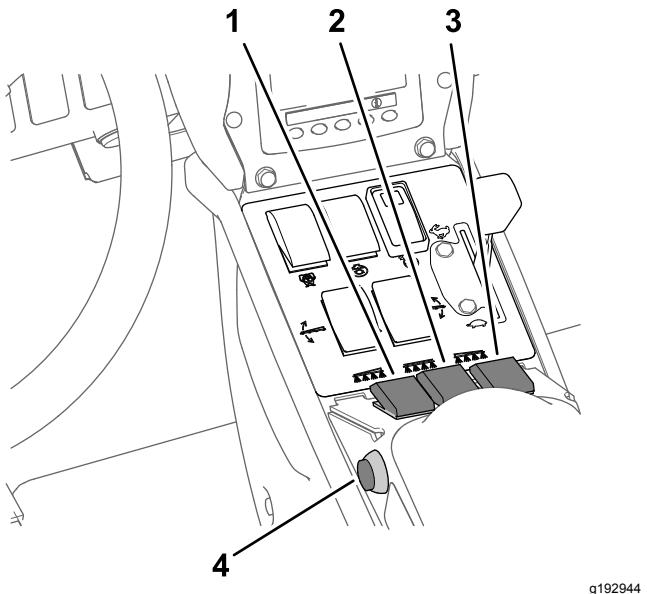

Figura 36
7. Impostate l'interruttore (o interruttori) delle sezioni di irrorazione in posizione di ACCENSIONE (Figura 36).
10. Guidate alla velocità desiderata e poi impostate l'interruttore principale delle sezioni in posizione di ACCENSIONE per iniziare a irrorare (Figura 36).
- Impostate l'interruttore principale delle sezioni in posizione di SPEGNIMENTO; fate riferimento alla Figura 36 in Irrorazione in modalità con volume di applicazione \(pagina 37\).
- Impostate gli interruttori delle singole sezioni, come opportuno, in posizione di ACCENSIONE; fate riferimento alla Figura 36 in Irrorazione in modalità con volume di applicazione \(pagina 37\).
- Guidate alla velocità desiderata e poi impostate l'interruttore principale delle sezioni in posizione di ACCENSIONE per iniziare a irrorare; fate riferimento alla Figura 36 in Irrorazione in modalità con volume di applicazione \(pagina 37\).